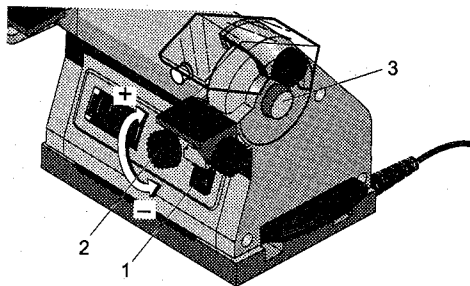

Fig. 4
5. Gerät am Schalter 1 (Fig. 4) einschalten.
6. Die der Arbeit entsprechende Drehzahl am Knopf (2) einstellen.